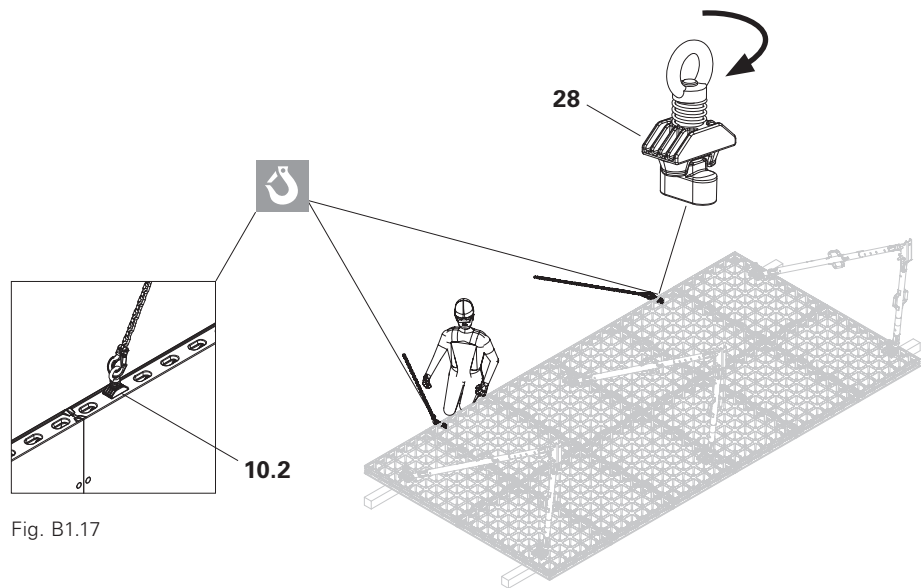

Fig. B1.17
1. Insérer l'anneau de levage DUO (28) dans l'encoche de connexion (10.2), pousser vers le bas et tourner de 90°. 12 panneaux maxi peuvent être déplacés ensemble. (Fig. B1.17)